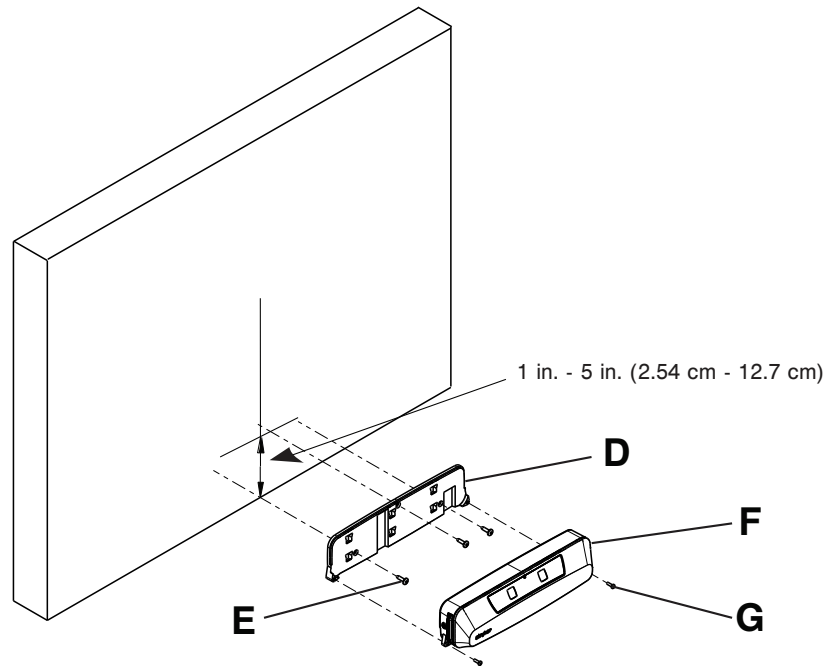

Figure 7 – Caractéristiques techniques de montage
3. À l'aide d'un tournevis cruciforme n° 2, retirer les deux vis (G) qui permettent de fixer le Secure Connect (F) à la plaque de montage (D) (Figure 7). Conserver les deux vis.